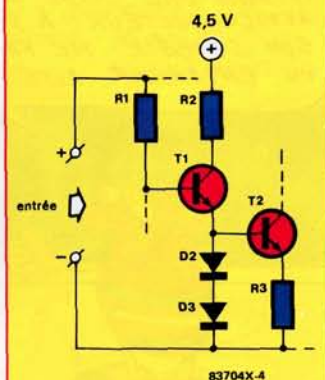

Figure 4 - T2 est monté en source de courant constant, commandé par T1.
polarisée dans le sens passant et permet la circulation du courant de base qui rend T2 conducteur. Simultanément T1 devient lui-même conducteur. Son courant de collecteur est fourni par une pile de 4,5 V à travers la résistance R2 (**figure 4**).
**Figure 4 - Les LED sont toujours polarisées dans le sens direct. Il y a trois moyens d'identifier la cathode d'une LED : c'est la patte la plus courte, elle est marquée par un méplat sur le bord du boîtier et l'électrode correspondante vue à contre-jour apparaît comme sensiblement plus volumineuse.**